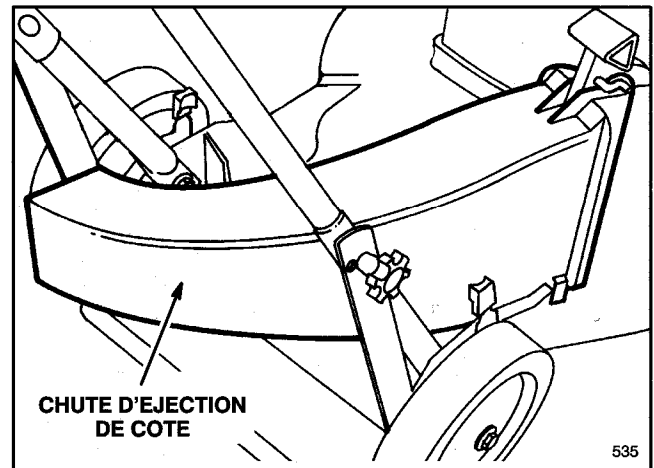

Figure 21
2. **Kit d'éjecteur latéral, modèle 59289.** Installez l'éjecteur et la chute d'éjection latérale pour convertir la tondeuse Recycler® II en tondeuse à éjection latérale (Fig. 21). Inclut l'obturateur du canal d'éjection.